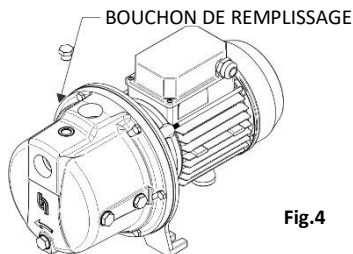

Fig.4
- Remplissez d'eau le corps de pompe et le tuyau d'aspiration par le bouchon de remplissage (Fig. 4), vérifiez qu'il n'y ait aucun joint ou raccord qui fuit.